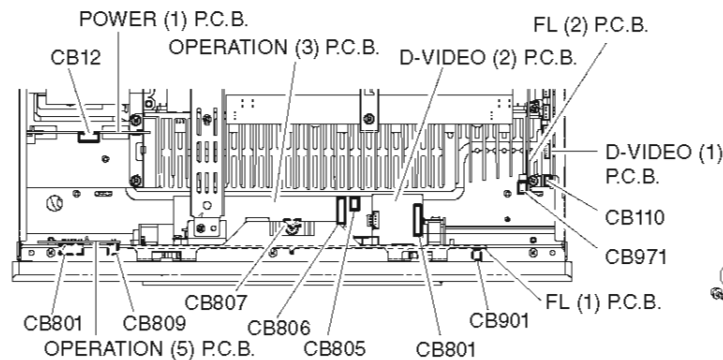

Fig. 2
- e. Remove CB12, CB110, CB801, CB805-807, CB809, CB901 and CB971. (Fig. 2)
- e. CB12、CB110、CB801、CB805 ~ CB807、CB809、CB901、CB971を外します。(Fig. 2)